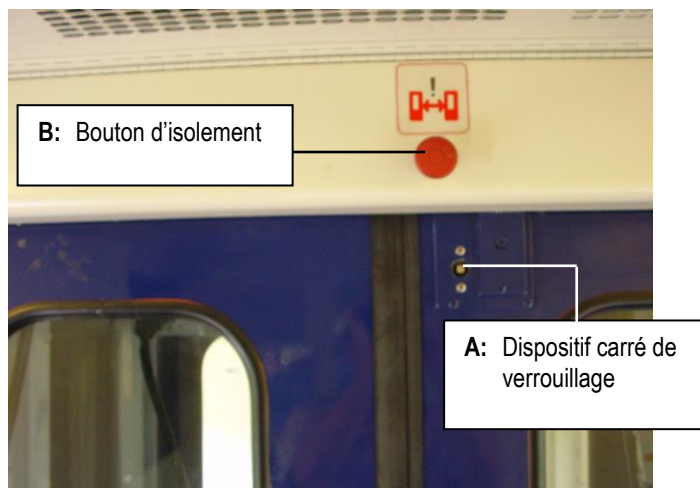

Fig. 8: porte d'intercirculation
- la porte concernée peut être manœuvrée manuellement en enfonçant le bouton d'isolement B (fig. 8) situé au-dessus de la porte. La porte est alors ouverte manuellement.
- le bouton d'isolement pneumatique B (fig. 8) peut être réactivé en le retirant
les portes d'intercirculation (portes d'about) à l'extrémité du train doivent toujours être verrouillées à l'aide du dispositif carré A (fig. 8) au moyen de la clé de Berne.